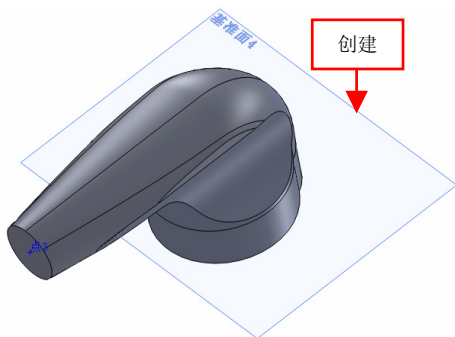

图 15-50 创建基准面 4 对象
(4) 单击【基准面】按钮，弹出【基准面】属性管理器，选取基准面 3 和点 3 为参考对象，单击【确定】按钮，即可创建基准面 4 对象，如图 15-50 所示。